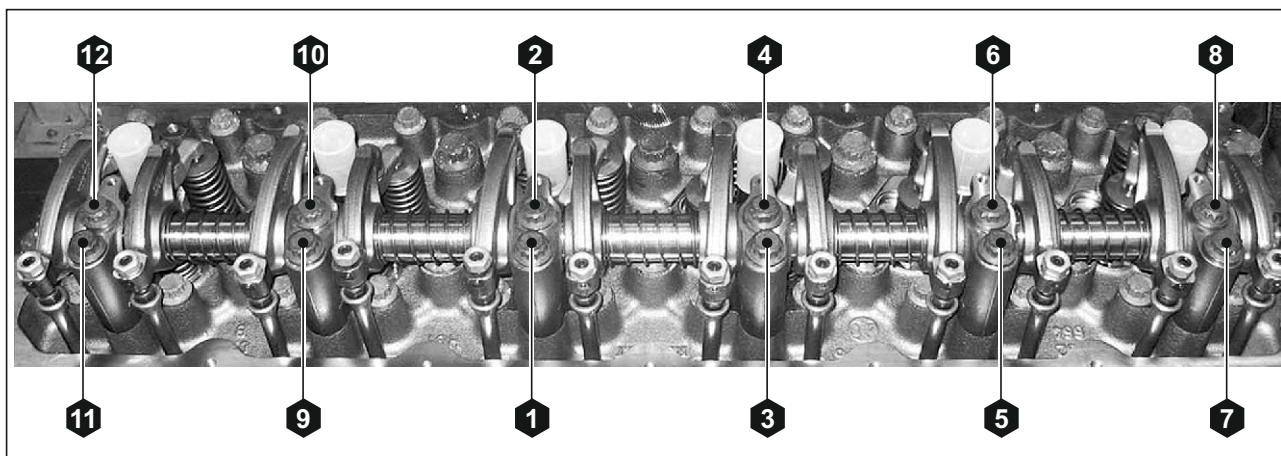

Рис. 124. Порядок затяжки болтов крепления оси коромысел.
4. Затянуть болты стоек оси коромысел согласно, указанному порядку и рекомендованному моменту (см. Рис. 124):